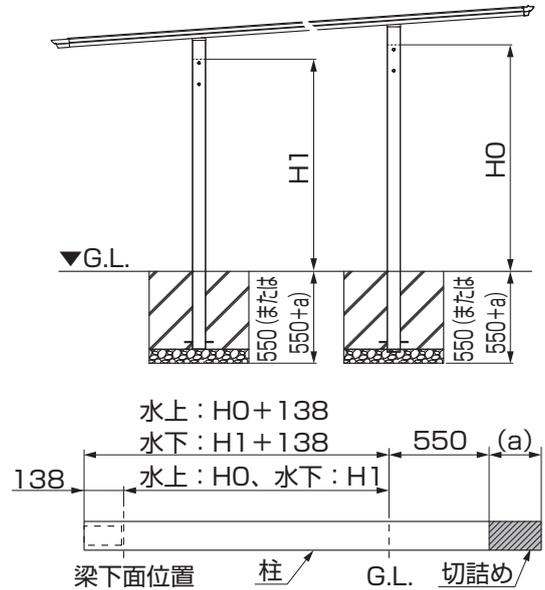
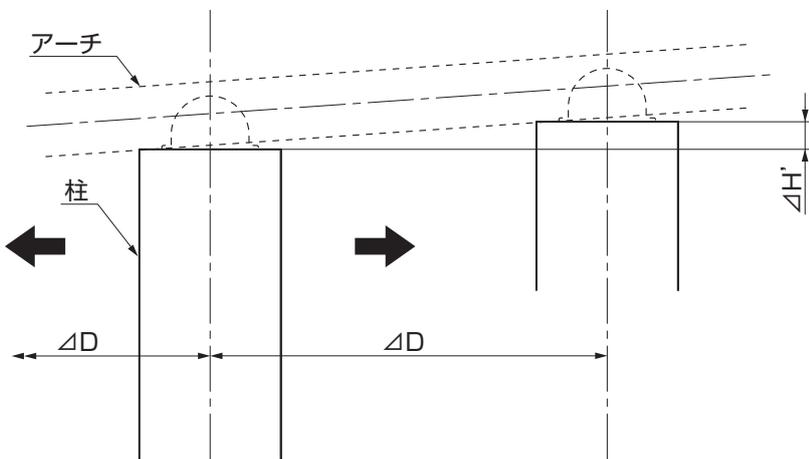

図2-2 柱の基礎埋込み寸法
図2-3 柱を移動する場合
- 柱のG.L.下の寸法が550を超える場合はa寸法を切詰めるか、柱の埋込み寸法aの値を加算してください。本体サイズ、屋根角度、柱の移動距離により550をこえる場合があります。(図2-2、図2-3、表2-1参照)
- H₀、H₁の寸法は「2 基本寸法と各部の名称 2.基本寸法 2-1 奥行方向 (1) ワイドタイプ」を参照してください。